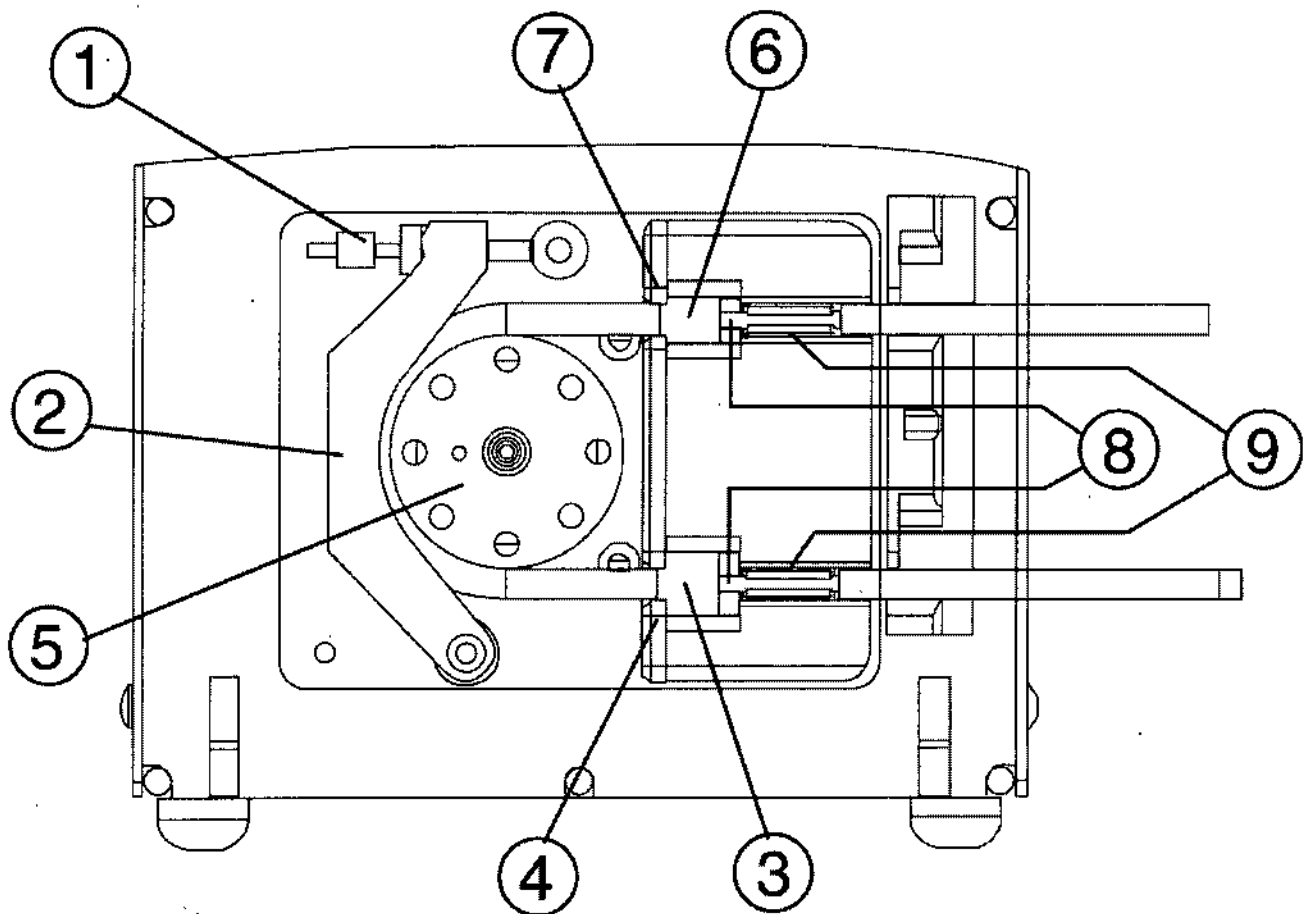

Figura 1. Bomba de irrigación COOLFLOW® con sistema de tubo de irrigación COOLFLOW®
4. Abrir la puerta de la bomba (véase la Figura 1) y soltar el brazo de resorte (nº 1) de la placa de presión (nº 2).